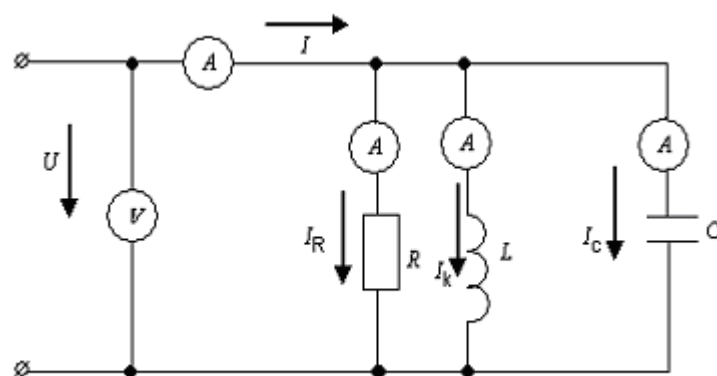

Рисунок 3.2
3.2.2 Собрать цепь по схеме (рисунок 3.2). Напряжение на входе установить в пределах от 5 до 15 В, частоту источника f порядка 1000 Гц. Активное сопротивление $R = 50 \div 200 \text{ Ом}$; индуктивность катушки $L = 10 \div 30 \text{ мГн}$, емкость $C = 1 \div 3 \text{ мкФ}$. Измерить ток и напряжения на всех элементах. Результаты измерений занести в таблицу 3.2.